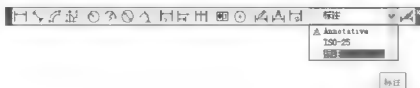

图 3.32 在【标注】工具栏中设置当前标注样式
(2) 在【标注】工具栏中打开【标注样式】下拉列表, 选中将要置为当前的标注样式, 如图 3.32 所示。